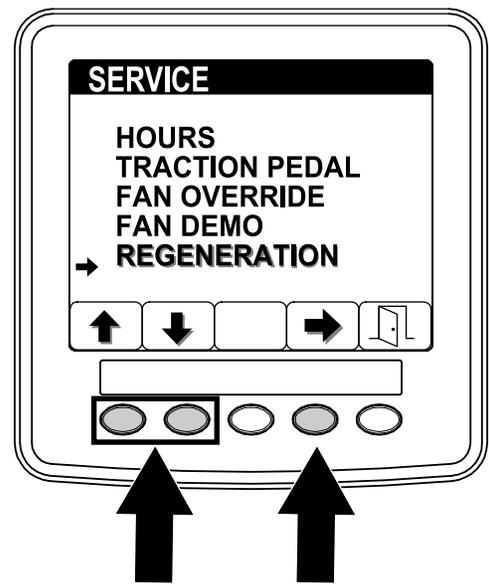

図 67
2. SERVICEメニュー画面から、ボタン1または2を押して再生REGENERATIONメニューが出たらボタン4でREGENERATIONメニューに入る 図 67。